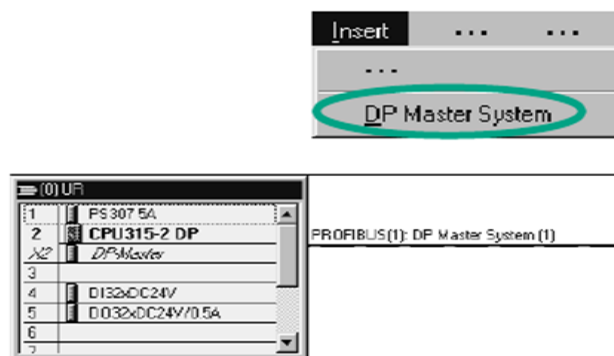

Рисунок 29 - Конфигурирование Master-системы DP
3. Конфигурирование Master-системы DP производится в следующей последовательности: Выберите DP master в слоте 2.1 и вставьте DP-master system рисунок 29. Теперь вы можете перемещать любые объекты и помещать их в master-систему, перетаскивая их при нажатой левой кнопке мыши.